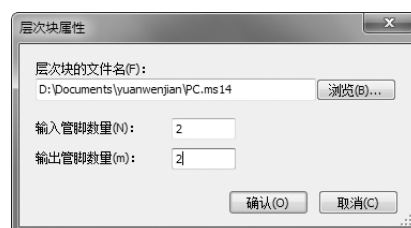

图 5-21 “层次块属性”对话框
1) 选择菜单栏中的“绘制”→“新建层次块”命令，弹出如图 5-21 “层次块属性”对话框。